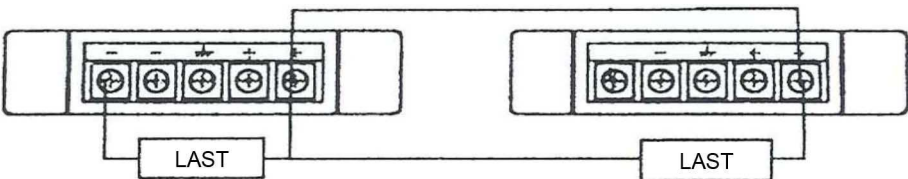

Abb. 5
- 3) Schalten Sie die Versorgung ein. Drücken Sie die SERIAL-Taste. Es erscheint die Seriell-Betrieb-Anzeige, jetzt ist es möglich eine negative Spannung im Bereich $0-30V$ im 1.Kanal und eine positive Spannung im Bereich $0-30V$ im 2.Kanal laut der Abb. 5 zu erreichen.